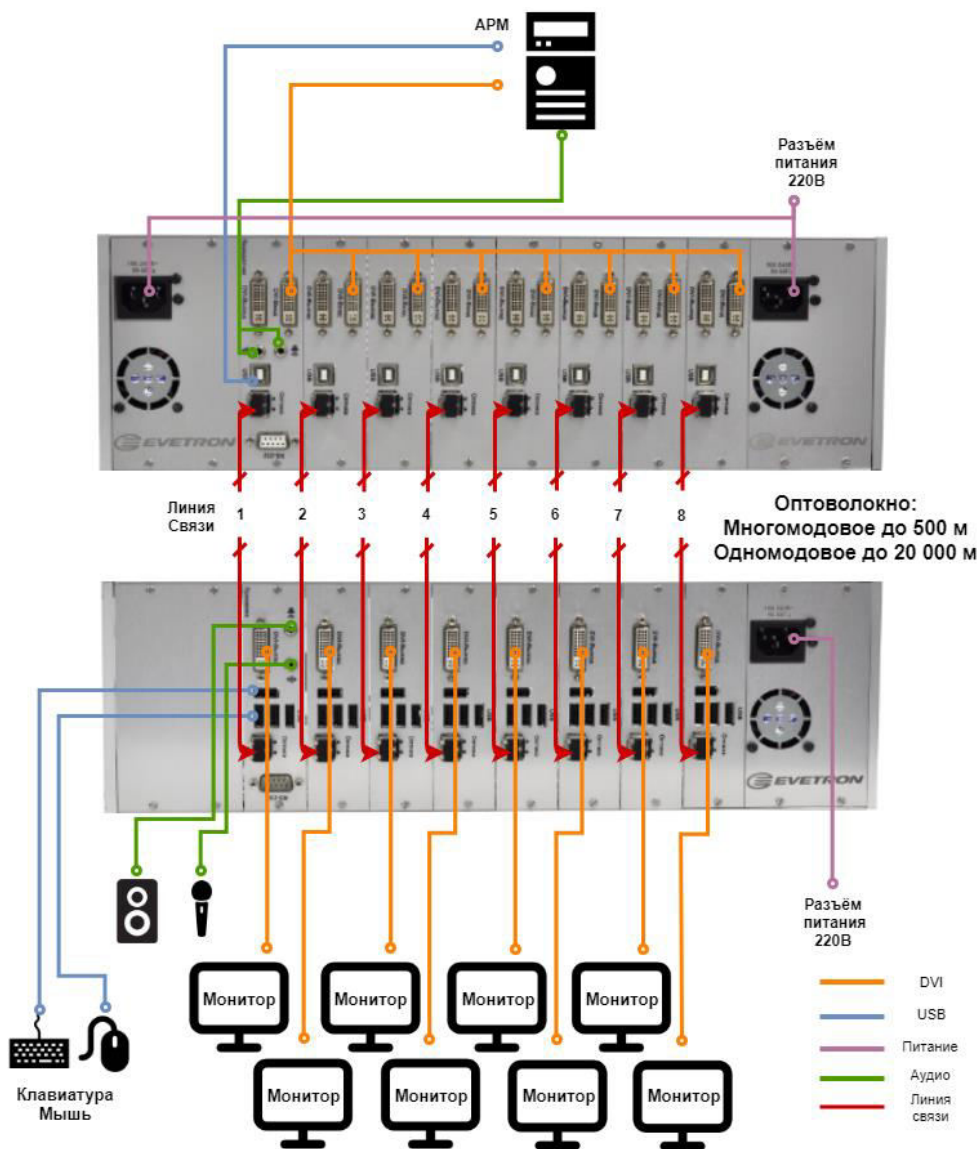

Рис. 1. Схема подключения кабелей
2. Подключите необходимые кабели (USB, Audio, RS232, Video) к портам приемника и передатчика согласно «Схеме подключения» (рис. 1).
Подключите все кабели от компьютера и монитора к Изделию, как это показано на следующей схеме (рис. 1). Соедините приемник и передатчик.